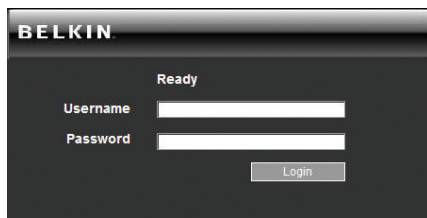

Abb. 13 Anmeldeseite
2. Geben Sie die System-IP-Adresse des Switches ein—http oder https:// IP address/ - und drücken Sie auf „Enter“ (Eingabe). Die Anmeldeseite erscheint (s. Abb. 13).